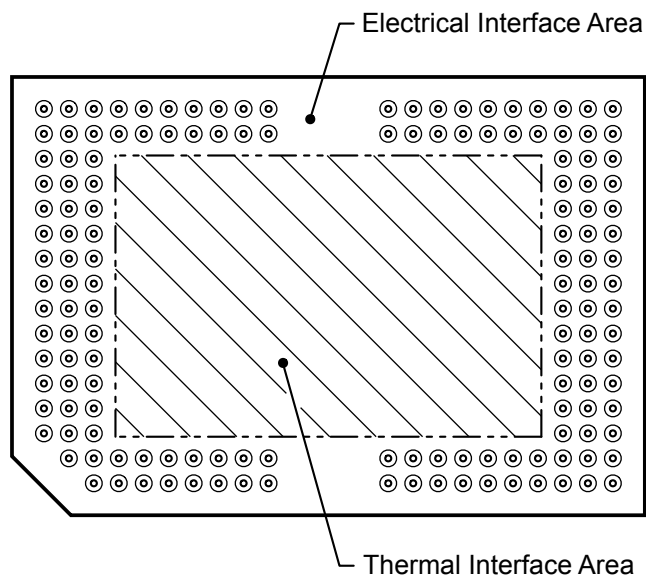

図 5-14. システム実装インターフェースの荷重
(1) 荷重は、図 5-14 に示されている対応領域に均一に適用する必要があります。